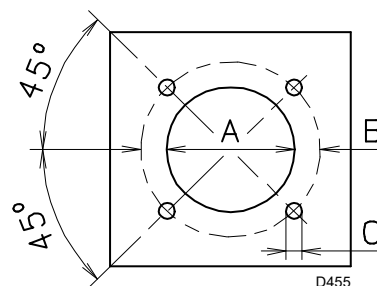

Рис. 16
Просвердліть блокувальну пластину камери згоряння, як показано на (Рис. 16). Положення різьбових отворів можна маркувати за допомогою теплового екрана з комплексу пальника.
- Встановіть пальник цілком в заздалегідь підготовлений отвір котла (Рис. 16) та закріпіть гвинтами з комплексу постачання.